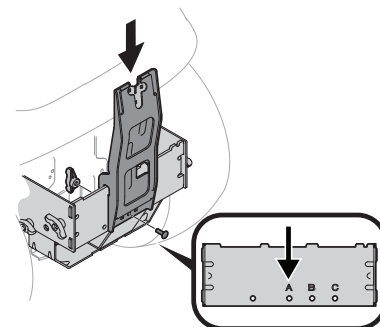

Figura 5
2. Alinear el orificio central del soporte vertical con el orificio del soporte de montaje transversal que corresponde al tamaño de plataforma de su tractor. Consulte la Figura 5.
3. Fije el soporte de montaje vertical al conjunto de montaje con un perno de carro (710-0276) y una perilla de aleta (720-04122) del paquete de herrajes 689-02364. Consulte la Figura 5.